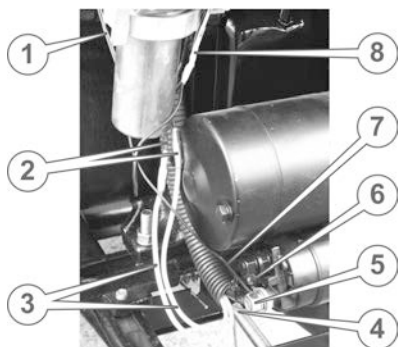

Рисунок 25. – Електроживлення фари
35. Приєднати проводи як зображено на рис. 25., силовий дріт від клеми "+" акумулятора приєднується до силової клеми (5) на затягувальній котушці електростартера, до цієї ж клеми приєднати одну будь-яку з жил (7) здвоєного проводу електроживлення фари (1). Другу жилу здвоєного проводу електроживлення фари приєднати до дроту (8) фари. Зелений провод (4) з пластикового рукава під'єднати до керувальної клеми (6) на затягувальній котушці електростартера, два жовтих дроти (3) з пластикового рукава під'єднати до роз'ємів (2) електрогенератора.